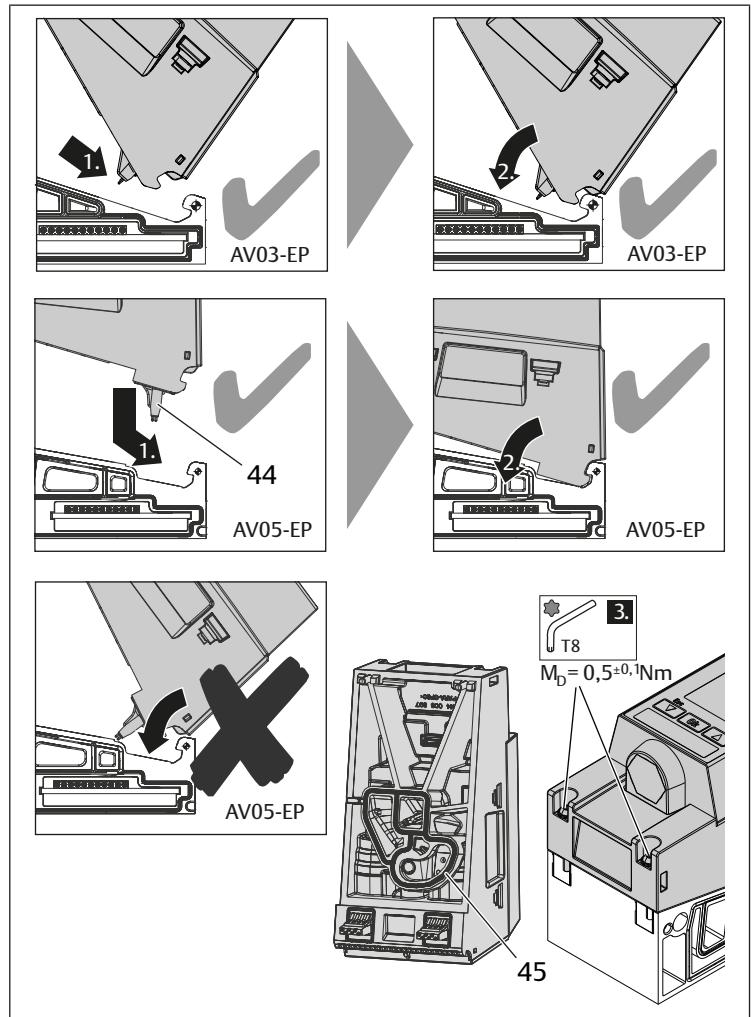

Abb. 16: AV-EP-Druckregelventil auf die Grundplatte montieren
1. Setzen Sie das AV-EP wie folgt an der Drehachse ♦ an (siehe Abb. 16):
2. Klappen Sie das AV-EP herunter, sodass es auf der AV-EP-Grundplatte aufsitzt. Achten Sie dabei auf den korrekten Sitz der Dichtung (45) im Druckregelventil.